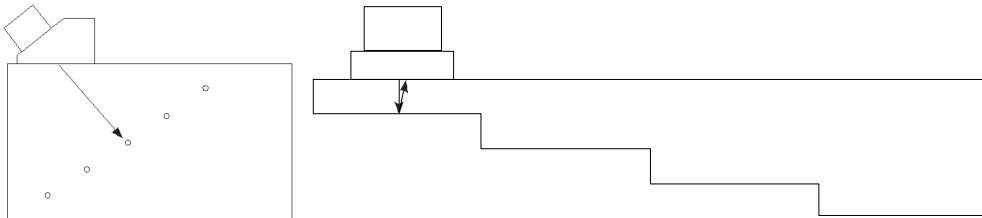

図 5-20 TCG 校正のための校正用試験片
1. 156 ページの図 5-20 のように、探触子を校正用試験片の上に配置します。